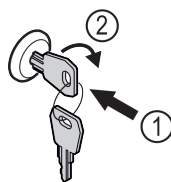

Fig. 175
- ▶ Dugja be a kulcsot. Fig. 175 (1)
- ▶ Forgassa el a kulcsot 90°-kal az óramutató járásával megegyező irányba. Fig. 175 (2)